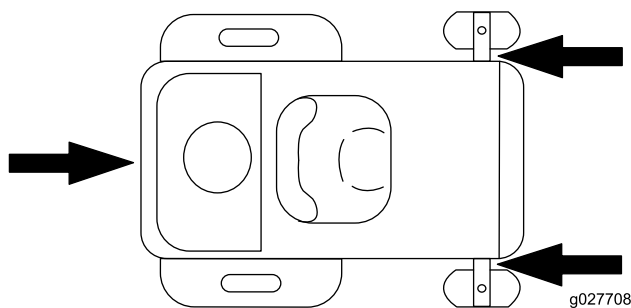

Figura 31
5. Ancorate la macchina vicino alle ruote orientabili anteriori e al paraurti posteriore (Figura 31).